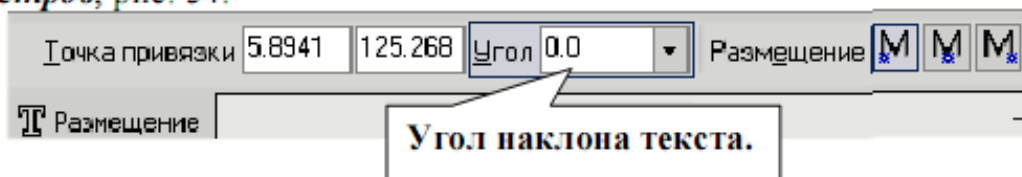

Рис. 54
- На панели **Обозначения – Ввод текста**, . Параметры текста при его создании и редактировании отображаются в отдельных *полях Строки параметров*, рис. 54.
- Текст №2 выполнен под углом. В данный момент строка параметров имеет вид, показанный на рис. 54, поле ввода угла активно, поэтому сразу набирайте 90 и нажмите *[Enter]*, поместите курсор в точку начала текста и щелкните левой кнопкой мыши. Напечатайте слово «Пластина», нажмите *Создать объект* .